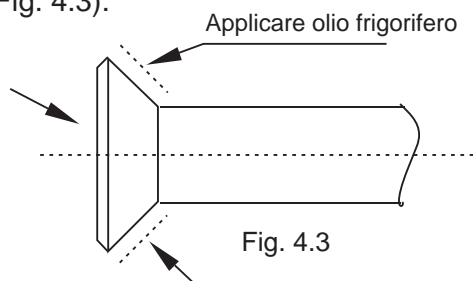

Fig. 4.3
- Prima di avvitare il dado svasato, applicare olio frigorifero sulla superficie esterna della svasatura del tubo e sulla superficie conica del dado di collegamento. Avvitare il dado per 3-4 volte (vedi Fig. 4.3).